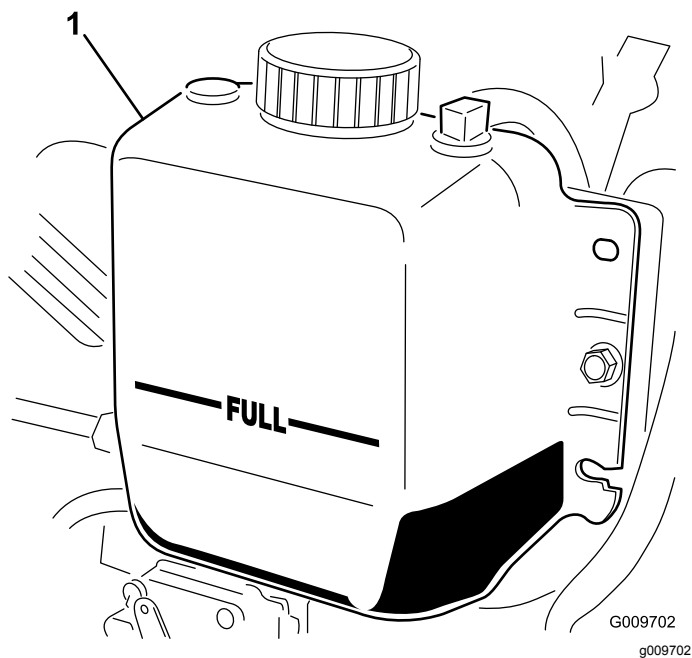

Рисунок 63
2. Проверьте уровень охлаждающей жидкости в радиаторе. Радиатор должен быть заполнен до верха заливной горловины, а расширительный бачок — до метки FULL (Полный) (Рисунок 63).